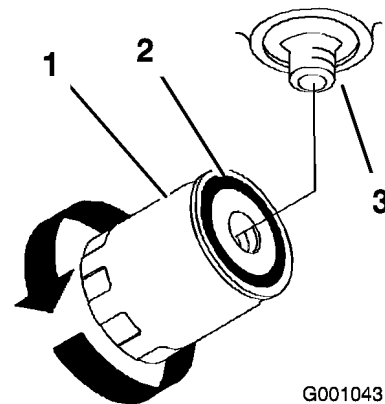

Figure 54
- Appliquez une fine couche de liquide hydraulique sur le joint en caoutchouc du filtre de rechange (Figure 54).
l'adaptateur du filtre. Serrez ensuite le filtre de 1/2 tour supplémentaire (Figure 54).